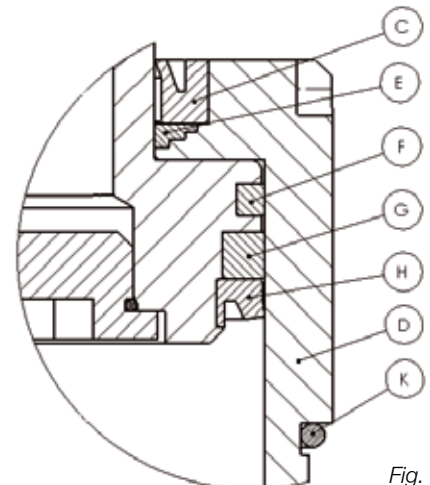

Fig. 1
- 6.10 Colocar en su carcasa el aro de guía (Pos. E) el rascador (Pos. C) con cuidado con un martillo de goma. (Poner atención a su posición correcta – ver Fig. 1.)
- 6.13 Colocar la junta (Pos. H) en su posición correcta (ver Fig. 1).